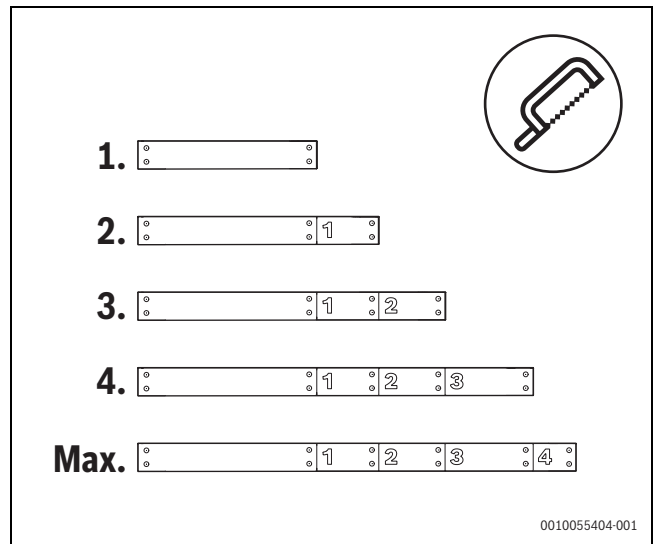

Fig. 4 Longueurs des planches d'écartement de la fondation préfabriquée
- S'assurer que les planches d'écartement sont coupées sur le bon marquage (→ fig. 4).